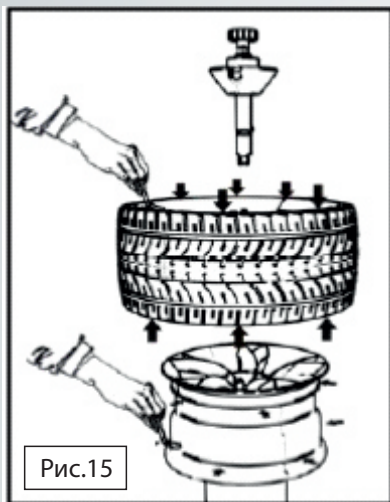

Рис.15
- Специальной смазкой тщательно смажьте всю внутреннюю поверхность обода и бортов шины, как снаружи, так и внутри по окружности, шириной не менее 30 мм (см. Рис. 15).
- Установите шину под наклоном к положению «3 часа» (см. Рис. 15).